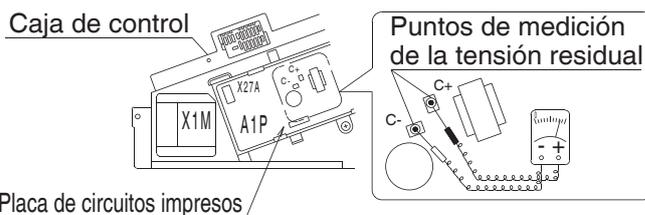

Fig. 1
- Tras abrir la tapa de la caja de control, mida la tensión residual entre los puntos mostrados en la **Fig. 1** en la placa de circuitos impresos mediante un verificador, evitando tocar la parte viva, y confirme que la tensión residual es de 50 V DC o inferior.